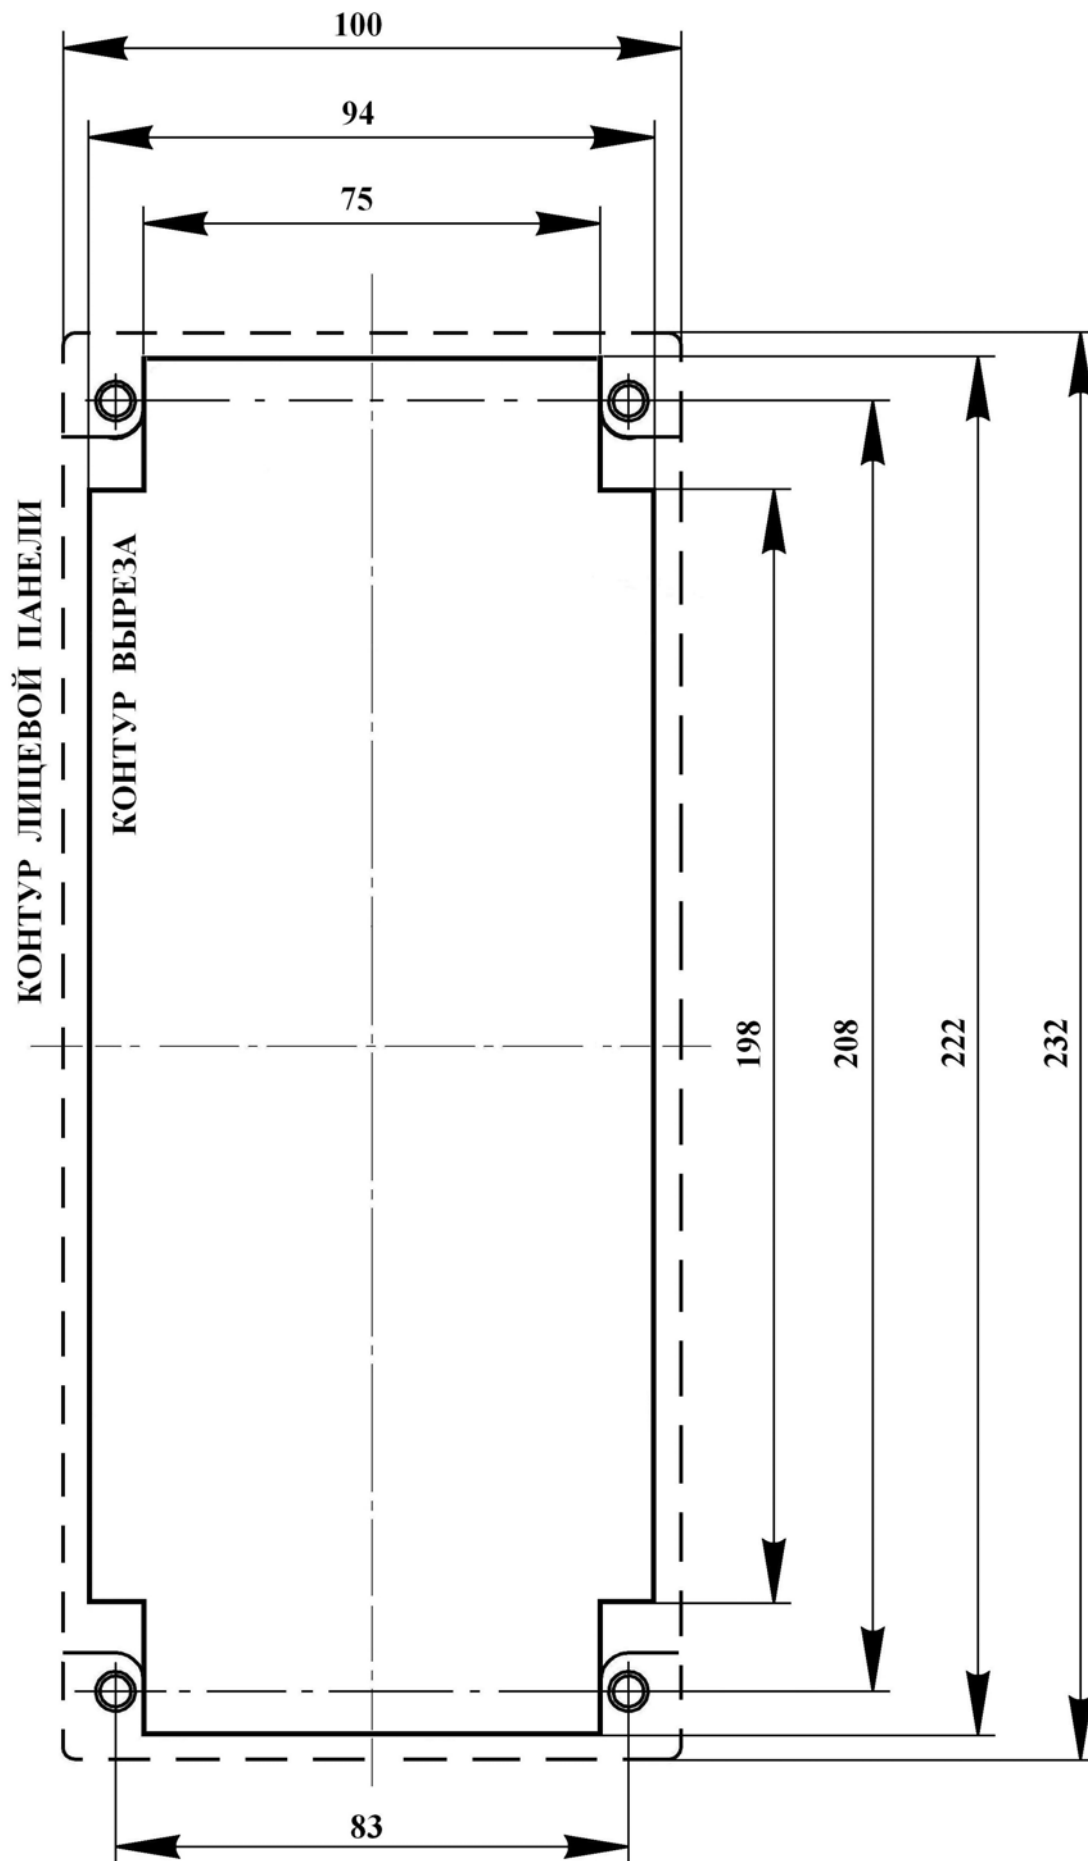

Рис. 1 Разметка под установку блока вызова
2. Подготовьте нишу для установки блока вызова, если используется врезной вариант или разметьте крепёжные отверстия для накладного варианта (см. разметку на рис. 1). При использовании для крепления крепёжной скобы можно вырезать прямоугольную нишу размером 94x222 мм. **Рамка для накладного монтажа приобретается отдельно (в комплекте с блоком вызова не поставляется).**